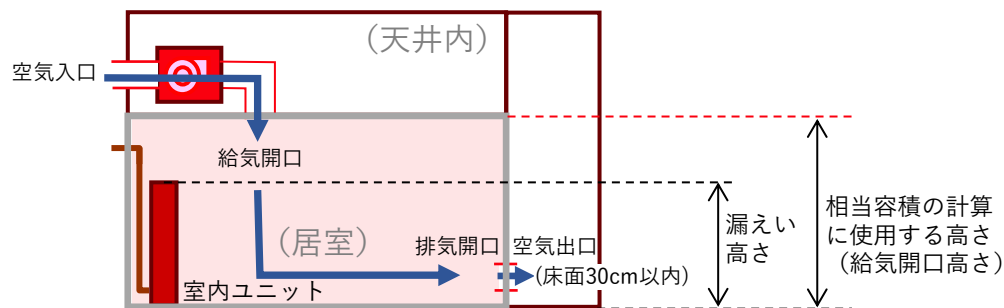

図1 給気開口が天井、排気開口が床面の場合
- 給気開口は室内上部に設け、排気開口は対向する壁面に可能な限り低く(床面30cm以内)する。(図1)